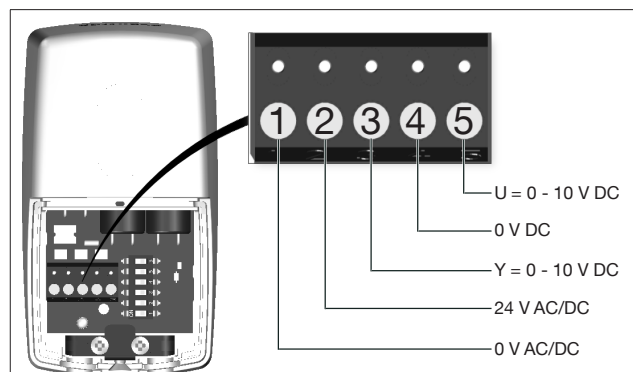

Fig. 5: Dispunerea conexiunilor
(1)	0 V AC/DC - albastru (BU)
(2)	24 V AC/DC - maro (BN)
(3)	Control 0 - 10 V DC - gri (GY)
(4)	Feedback de poziție 0 V DC - galben (YE)
(5)	Feedback de poziție 0 - 10 V DC - verde (GN)
- Realizați alimentarea cu tensiune conform schemei de conectare din fig. 5.